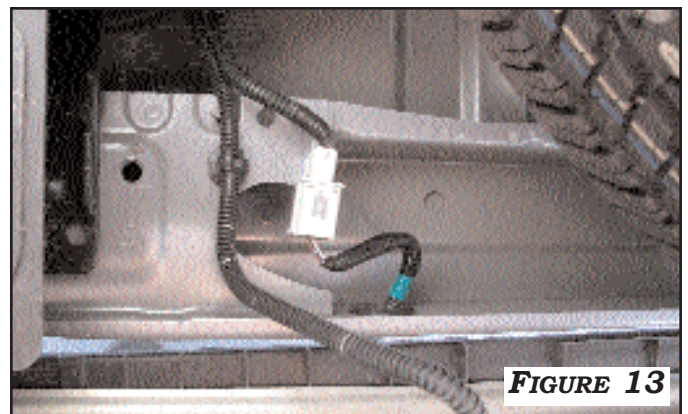

FIGURE 13
3. AT THE BOTTOM OF THE TAILGATE, ROUTE THE **CAMERA EXTENSION HARNESS** THROUGH THE STAMPED OPENING UNDER THE BED TO THE FACTORY PREWIRE PLUG LOCATED NEAR THE RIGHT FRAME RAIL. REMOVE THE FACTORY PLUG AND CONNECT THE WHITE CONNECTOR OF THE **CAMERA EXTENSION HARNESS** TO THE FACTORY PRE-WIRING. **FIGURE 13**